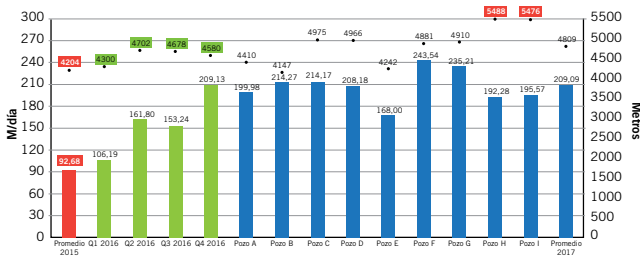

Figura 15. Evolución de los metros perforados por día, producto de las mejoras.
En la figura 15 se puede observar el proceso de aumento de los metros perforados por día de forma cronológica.
- Aumento de los metros perforados por día del 51% anual (Figura 15).